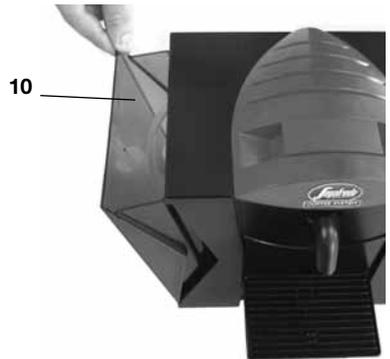

Figure 4
1. Tourner la cuve **10** (figure 4) pour la remplir avec de l'eau potable, si possible à bas contenu de calcaire. Il est également possible de retirer complètement la cuve pour la remplir d'eau.